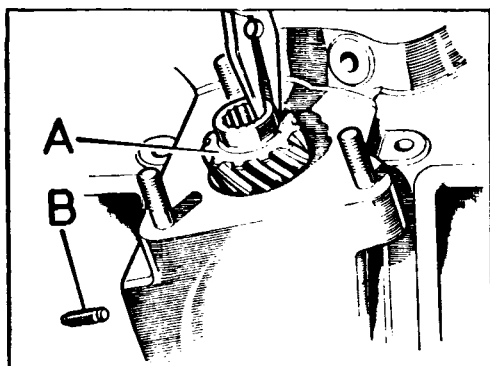

Fig. A1-115 Montaje del piñón vertical
- 2.2. Montar el piñón vertical, A (Fig. A1-115) con el útil, 417040, o unos alicates y fijarlo con un tornillo nuevo, B, el cual se apretará a tope y se aflojará un cuarto de vuelta.